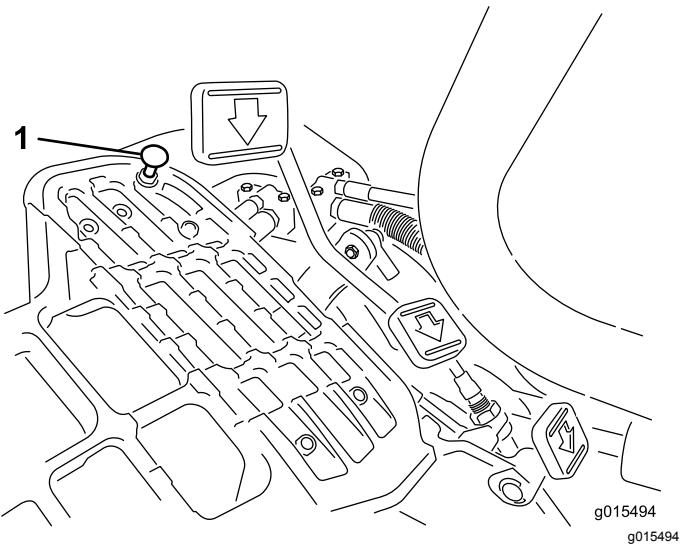

图33
要获得最大行驶速度请将功能控制杆放在行驶位置并踩下驱动踏板。如果在拉线感到张紧力之前踏板接触到限位器 图 33 请执行以下调节程序
1. 将功能控制杆放在行驶位置松开将踏板限位器固定至底板上的锁紧螺母 图 33。